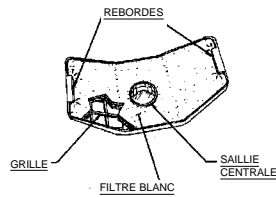

FIGURE 5
- Poser le filtre à plat contre la grille qui se trouve dans le couvercle du filtre, en tournant le côté imprimé vers la grille. Aligner le trou du filtre et la saillie centrale du couvercle. Régler le filtre de façon à ce qu'il recouvre entièrement le couvercle et soit replié sous les languettes qui se trouvent de chaque côté de celui-ci. (Voir Figure 5.)